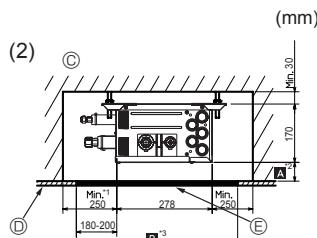
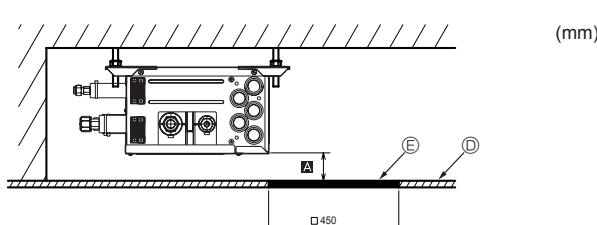
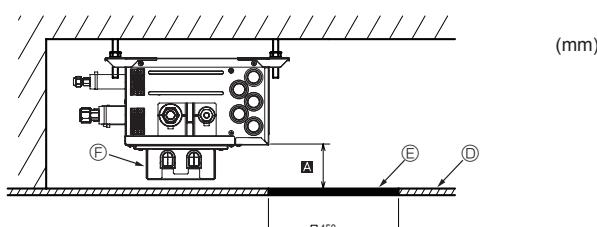

Fig. 4-7
Fig. 4-8
Fig. 4-9
(2) Vista lateral (Fig. 4-7, Fig. 4-8, Fig. 4-9)
Para instalar la caja de reactor opcional, respete una distancia mínima de 270 mm <recomendación> (Fig. 4-9). Ⓐ
En el caso de “ □ 450 mm ”, prepare un orificio de mantenimiento en el lado de la PCB (tal y como se muestra en la Fig. 4-8, Fig. 4-9), y se necesitará “Mín. 300 mm” como distancia Ⓐ.